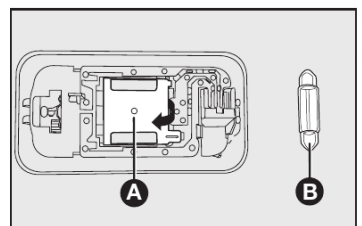

fig. 55
2) abrir a tampa **A-fig. 55**, com auxílio da chave de fenda, para ter acesso à lâmpada;
3) substituir a lâmpada cilíndrica **B-fig. 55**.